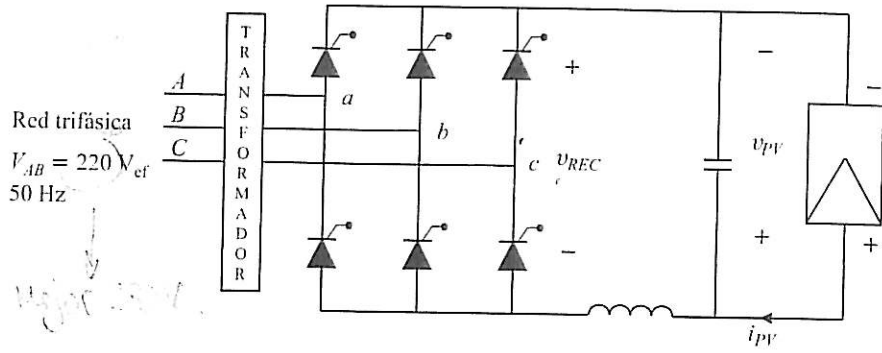

FIGURA 8.17.1 Puente trifásico de tiristores funcionando como inversor.
**PROBLEMA 8.17** Estudio del comportamiento de un rectificador trifásico con tiristores, conectado a la red trifásica de corriente alterna y alimentado, desde el lado de continua, a partir de un conjunto de paneles solares fotovoltaicos. el funcionamiento del puente de tiristores permite transferir potencia desde el lado de continua hasta el lado de alterna (inversor no autónomo). En el circuito de la Figura 8.17.1 se utiliza un transformador trifásico de relación 1:1 al objeto de conseguir aislamiento galvánico.
Para un rectificador trifásico totalmente controlado como el que se muestra en la Figura 8.17.1, si se supone que la corriente por la inductancia del filtro,  $i_L$ , nunca se llega a anular, el valor medio de la tensión que el rectificador impone al filtro viene dado por: